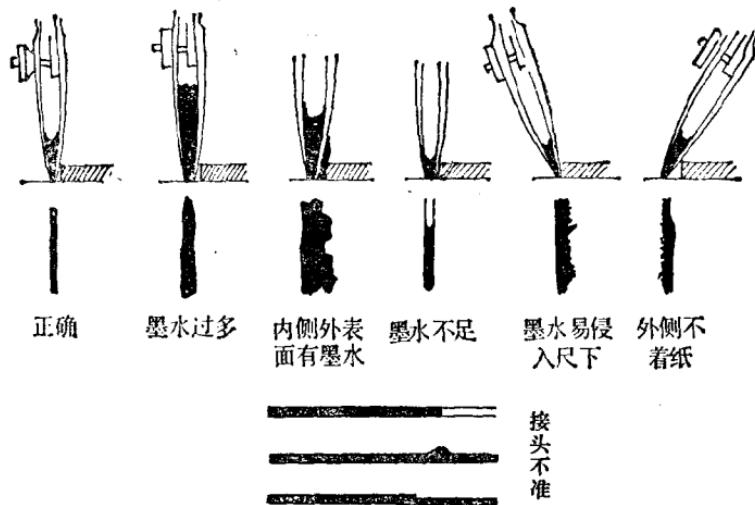

图 6 直线笔用法
1) 加墨水时，要用墨水瓶盖上的吸管蘸上墨水，送入笔尖两叶片之间，笔尖含墨不宜太多，一般6~8毫米为宜，不要让笔尖外侧有墨，以免沾污图纸(图6)；2) 画
墨线前，应先有清楚准确的铅笔图稿；3）根据画线粗细要求，用笔尖的螺丝调整笔尖两片的距离，使它留有适当的空隙。如笔尖间隙已很小，画出的线条仍太粗时，可用油石将钝的笔尖磨后再用；4）画墨线时，调节螺母应朝外，要使笔杆与画面垂直，切忌笔杆外倾或内倾，要使两片笔尖同时触及纸面（图6）；5）笔的移动速度要均匀，太快线条细，太慢则线条会变粗；6）一条线最好一次画完，如必须分几次画完（如直线太长或画曲线），应注意使接头准确，圆滑；7）如有画错地方，应等墨线干透后用硬橡皮擦去或用刀片轻轻刮去。